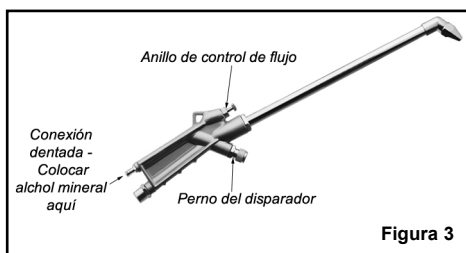

Figura 3
2. Coloque algunas gotas de aceite lubricante en el perno del disparador (ver Figura 3).
3. Aplique una capa fina de grasa en el anillo de la válvula de flujo (ver Figura 3).
4. Coloque dos gotas de alcohol mineral en la conexión dentada para evitar la corrosión (ver Figura 3).